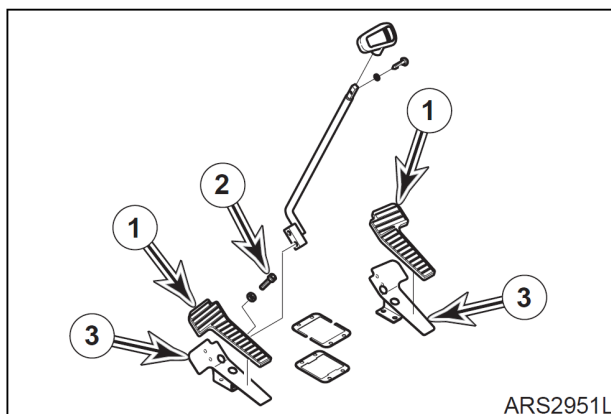

Рис. 50
2. Установить скобы педали (3) и рычаги (4, рис. 50) на клапан педали и установить четыре болта с шайбами (2).
3. Установите резиновые накладки (1, рис. 50).